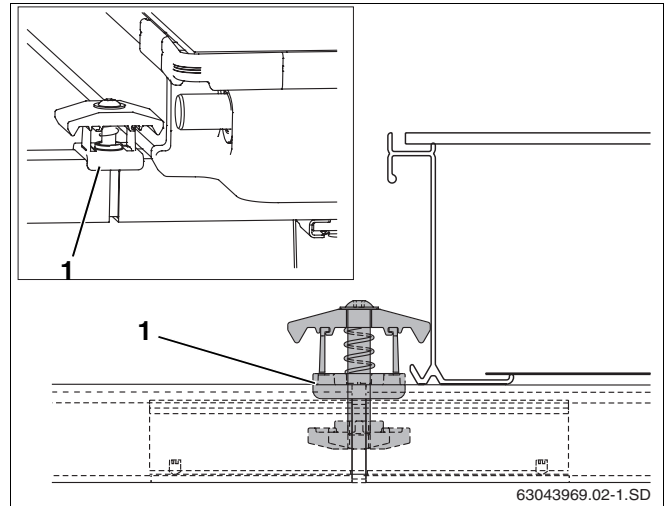

Abb. 47 Doppelseitigen Kollektorspanner montieren
- Doppelseitigen Kollektorspanner mit der Mutter vorn so in die Öffnung der Profilschiene und des Steckverbinders legen, dass der Kunststoff-Distanzbock (Abb. 47, **Pos. 1**) die Profilschiene umgreift.